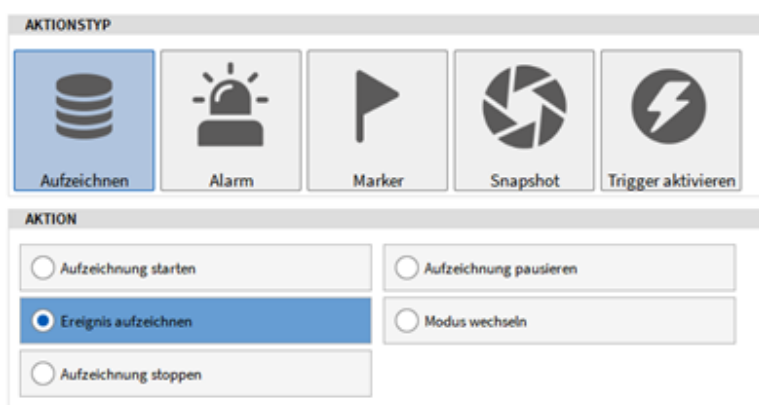

Abb. 9.36: Ereignis aufzeichnen-Aktionstyp
- Wählen Sie *Ereignis aufzeichnen* als Aufzeichnungstyp (siehe Abb. 9.36):